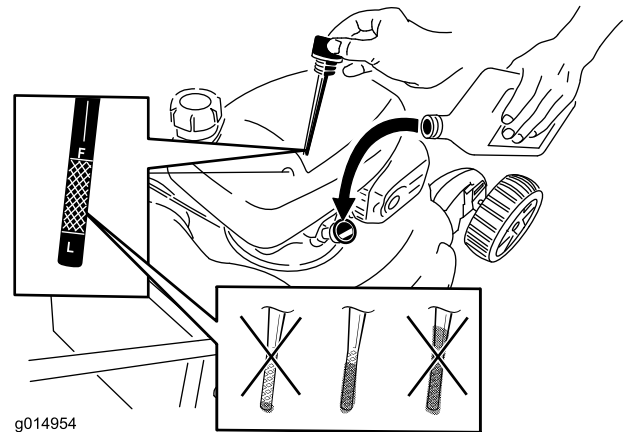

Figure 26
8. Versez de l'huile **lentement** dans le tube de remplissage jusqu'à ce que le liquide atteigne le repère maximum (**Full**) sur la jauge (Figure 26). **Ne remplissez pas excessivement.** (Niveau max. : 0,55 l, type : **Huile automobile SAE 30** de classe de service API SL, SM ou supérieure. À défaut d'huile SAE 30, de l'huile SAE 10W30 peut être utilisée).